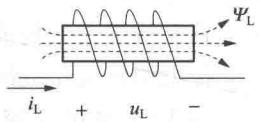

图 1-4 电感元件
(1) 当电流和磁链的参考方向符合右手螺旋法则时，线性电感元件的磁链 Ψ_L 、电感量 L 及电感电流 i_L 之间关系式为 $\Psi_L = L i_L$ 。
(2) 特征方程。当电压、电流取关联正向时，如图 1-4 所示，电感元件的特征方程（即伏安关系式）为